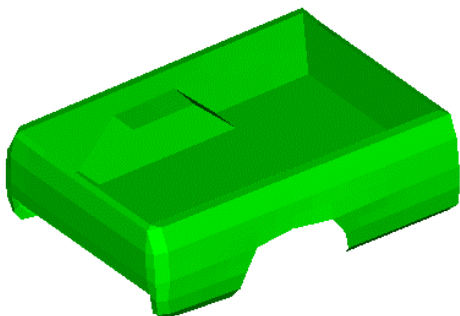

图 13-5 显示车身组件
- (1) 单击 (☐) 按钮，激活 Isolate 工具。
- (2) 在模型浏览器中单击 SHELL: BED，此时图形区单独显示车身，如图 13-5 所示。
- (3) 再次单击 (☐)，取消 Isolate 工具。
- (4) 在 SHELL: CABIN 组件上右击，选择 Isolate，此时 cabin 单独显示在图形区。
- (5) 在 Components 文件夹右击，选择 Show，此时所有组件显示在图形区。